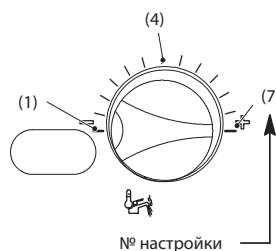

Рис. 40
- 2 Чтобы изменить настройку, поверните регулятор температуры горячего водоснабжения и установите его в **положение (7)** как указано на (Рис. 40).